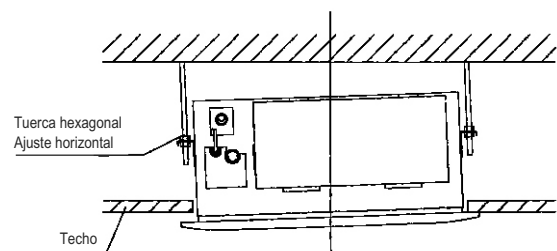

Fig.26
- Siga atornillando los tornillos bajo los ganchos del panel hasta que el grosor de la esponja entre el cuerpo y la salida del panel haya sido reducido en 4 a 6 mm. El borde del panel debería estar en contacto con el techo. Si todavía hay espacio entre ambos después de atornillar los tornillos, la altura de la unidad interior debería ser nuevamente modificada. Puede modificar la altura de la unidad interior a través de la apertura del panel en las cuatro esquinas, si levanta la unidad interior y el tubo de desagüe no se influencia (vea Fig. 26-derecha).